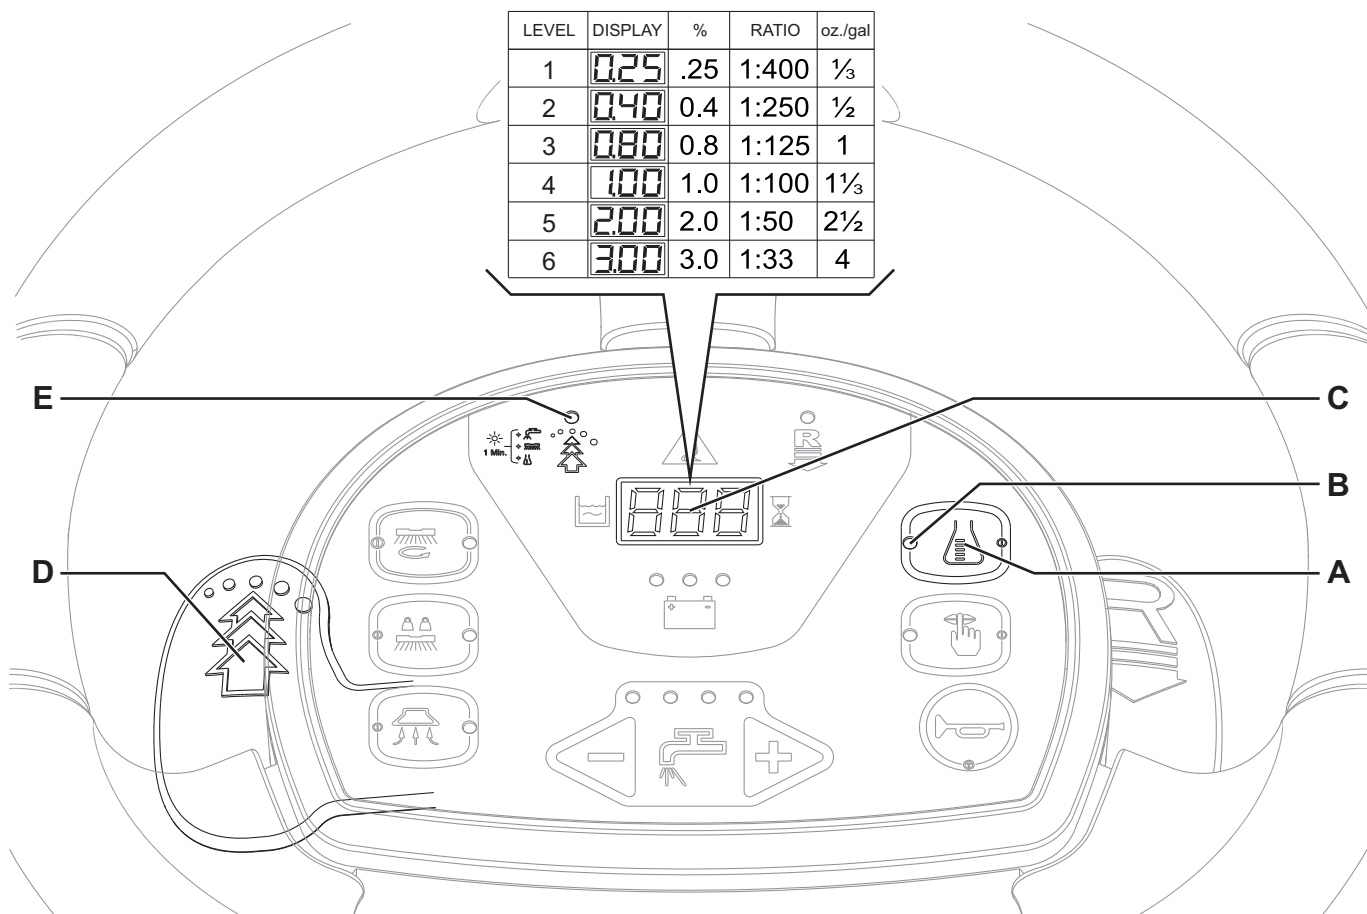

Figure 4
Le système pour le mélange du détergent à l'eau de lavage est activé en appuyant sur le bouton-poussoir de réglage du pourcentage de détergent (A, Fig. 4) : si le DEL (B) est allumé, le détergent est ajouté à l'eau de lavage.
1. Désactiver le bouton-poussoir de réglage du pourcentage de détergent (A) [le DEL (B) doit être éteint].
2. Appuyer et maintenir appuyé le bouton-poussoir de réglage du pourcentage de détergent (A) jusqu'à ce que le DEL (B) clignote.
3. Relâcher le bouton-poussoir (A). Appuyer à nouveau rapidement sur le bouton-poussoir pour passer au niveau successif indiqué par l'afficheur (C) comme le montre le tableau dans la figure 4 ; répéter la procédure jusqu'à atteindre le niveau désiré.
4. Attendre jusqu'à ce que le DEL (B) arrête de clignoter : la configuration du nouveau niveau est terminée.
Soulever le levier EcoFlex™ (D, Fig. 4) chaque fois que l'on nécessite temporairement d'une plus grande puissance de lavage. En soulevant le levier (D) [DEL (E) clignotant], le flux de solution augmente, la fonction d'extra-pression des brosses / plateaux support disque est activée et la concentration de détergent dans la solution augmente (ce dernier seulement pour machines avec le système EcoFlex™) ; en outre, si la fonction de mélange détergent est désactivée, elle est automatiquement activée. En soulevant à nouveau le levier (D), les réglages initiaux sont rétablis [DEL (E) allumé].